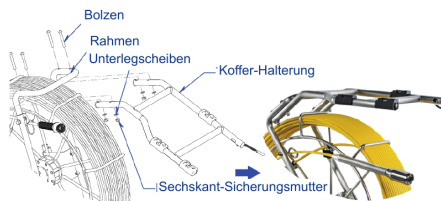

Abbildung 18. Kofferhalterung montieren
4. Wenn Sie die Koffereinheit gewählt haben, montieren Sie bitte die Kofferhalterung (Abbildung 18).